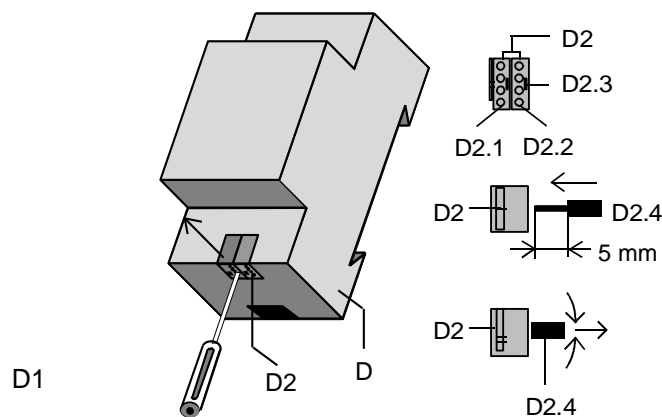

Bild 3: Busleitung anschließen und abklemmen
5.4. Busleitungsklemme (schwarz-rot) abschieben (Bild 3)
- Mit Hilfe eines kleinen Schraubenziehers (Bild 3, D1) die Klemme vorsichtig abziehen (Bild 3, D2).
5.5. Busleitungsklemme (schwarz-rot) einschieben (Bild 3)
- Die Klemme richtig orientiert wieder eindrücken (Bild 3, D2).
5.6. Busleitung anschließen (Bild 3)
- Laut Bild 3 Kabelabsolierung vornehmen und in die schwarz-rot Klemme einschieben.
5.7. Busleitung abklemmen (Bild 3)
- Laut Bild 3 Kabelende abziehen (Bild 3, D2.4).